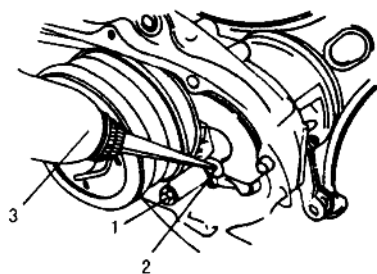

图 1-13 更换齿轮箱齿轮油
③加大螺纹孔,即把原来折断螺柱残端钻出,重新制出加大的螺纹孔,改用自制气缸螺柱。
(3)齿轮箱齿轮油的更换方法:首先将摩托车停在平坦的地面上,支起主停车架,起动发动机,让后轮空转 3~5min;然后拆下左曲轴箱盖,拧下油面检查螺栓和放油螺栓,放出齿轮箱内的齿轮油,待齿轮油放净后装上放油螺栓及其密封垫圈并拧紧,最后从油面检查螺栓孔注入齿轮油(图 1-13),直至齿轮油从油面检查螺栓孔流出为止,装上并拧紧油面检查螺栓及左曲轴箱盖即可。